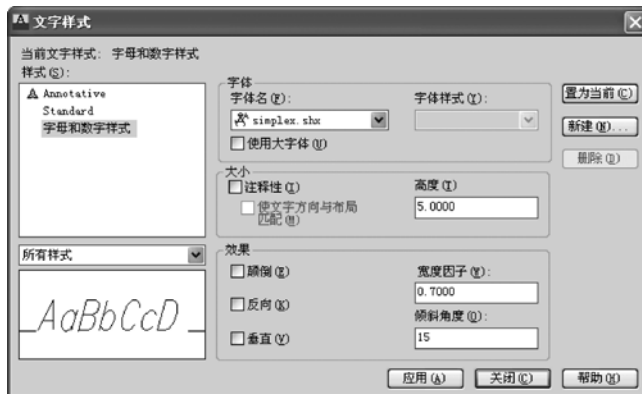

图 1-14 创建“字母与数字样式”
3. 单击“确定”按钮，返回“文字样式”对话框。在“字体名”下拉列表中选择 simplex.shx 选项，在“高度”文本框中输入 5，在“宽度比例”文本框中输入 0.7，在“倾斜角度”文本框中输入 15，如图 1-14 所示，单击“应用”按钮。